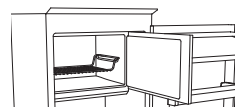
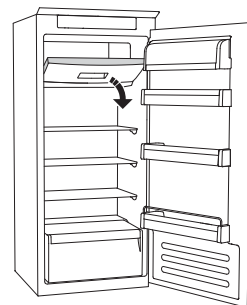

Abbildung 1
Abbildung 2
- Platzieren Sie die Lebensmittel auf dem Gitter, falls vorhanden (Abbildung 1) oder direkt auf dem Boden des Gefrierfachs (Abbildung 2)
- Platzieren Sie die Lebensmittel in der Mitte des ******* Fachs, ohne dass es bereits gefrorene Lebensmittel berührt; halten Sie dabei einen Abstand von etwa 20 mm ein (Abbildung 1 und 2).
Das STOP-FROST-SYSTEM (modellabhängig) erleichtert den Abtauvorgang im Gefrierfach. Das STOP-FROST-Zubehörteil (Abbildung 1) wird eingesetzt, um einen Teil des Frosts anzusammeln, der sich im Gefrierfach bildet. Es ist leicht herauszunehmen und zu reinigen und verringert somit die erforderliche Zeit zum Abtauen des Gefrierfachs.
- Öffnen Sie die Gefrierfachtür und nehmen Sie die obere Schublade heraus (Abbildung 2).